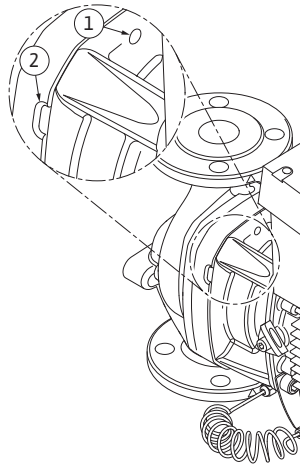

Fig. 47: Perforaciones con rosca y hendiduras para retirar el componente integrado de la carcasa de la bomba.
13. Retire el componente integrado (ver Fig. 13) de la carcasa de la bomba. Para ello se recomienda el uso de dos perforaciones con rosca (Fig. 47, Pos. 1), sobre todo para aflojar el encaje. Para aflojar el encaje, introduzca tornillos adecuados en las perforaciones con rosca. Si el módulo es accesible, para retirarlo se pueden usar adicionalmente hendiduras (Fig. 47, Pos. 2) entre la carcasa de la bomba y la linterna (para ello, introduzca p. ej. dos destornilladores y úselos como palancas). Después de sacarlo unos 0.6 in (15 mm), el componente integrado ya no se introduce en la carcasa de la bomba.